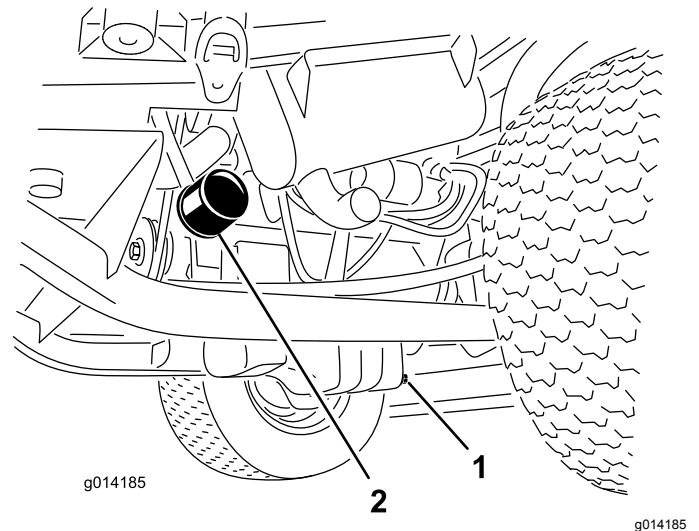

Figura 36
- Retire o filtro do óleo (Figura 36).
- Retire o tampão de escoamento (Figura 36) e deixe o óleo escorrer para um recipiente adequado.